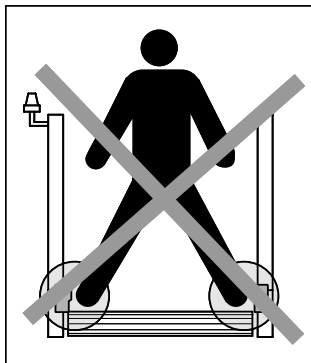

Fig. 1: Sensorer, der er anbragt overfor hinanden må ikke samtidigt kunne aktiveres
2. Muting-sensorerne skal være anbragt således, at forbi-koblingen ikke kan udløses utilsigtet af een person. (Fig. 1 og 2).